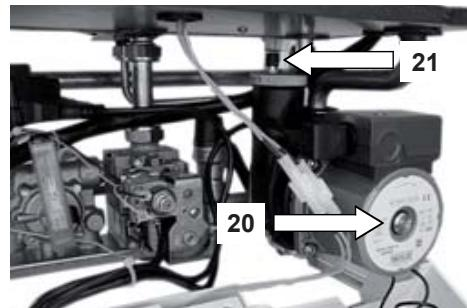

Рисунок 6.2
- Отверните колпачок на автоматическом спускнике воздуха 21 (Рисунок 6.2) на 1 полный оборот и оставьте его в этом положении.
- Спустите воздух из насоса, открутив винт 20 (Рисунок 6.2); разблокируйте насос, поворачивая ротор в направлении, указанном стрелкой на информационной табличке.